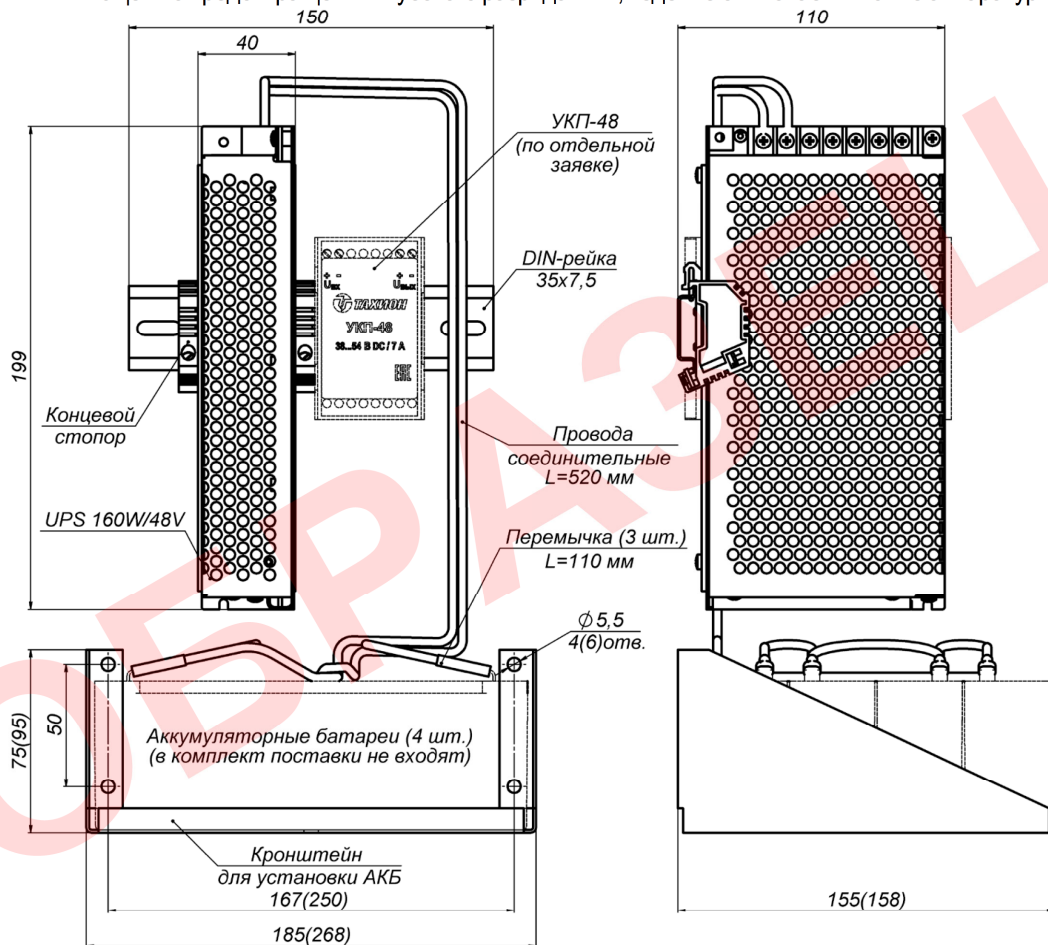

Рисунок 1 – Устройство, габаритные и установочные размеры
12. Габаритные размеры	см. рисунок 1
2. Установить аккумуляторные батареи на кронштейн (рисунок 1) и подключить их проводами соединительными к контактам +V и -V блока бесперебойного питания UPS 155W/48V, соблюдая полярность. Соединить аккумуляторы перемычками.
3. Подать трехпроводным кабелем напряжение питания 220 В AC на соответствующие контакты блока питания, при этом фазный провод (L) соединить с контактом L, нулевой провод (N) с контактом N, а провод заземления соединить с контактом PE .